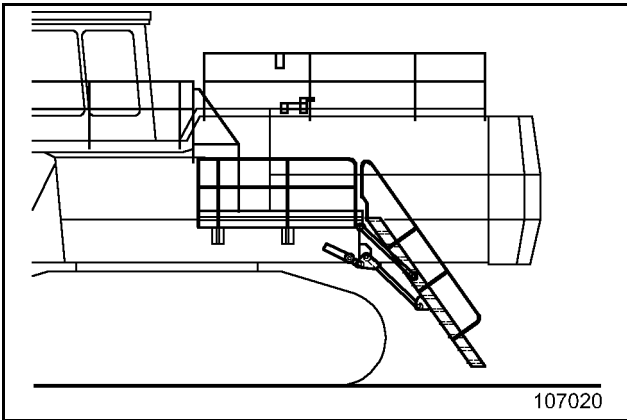

图 2-21:
分别提升和降下回转扶梯（图 2-21：）。
- 回转扶梯降下（图 2-21：）。